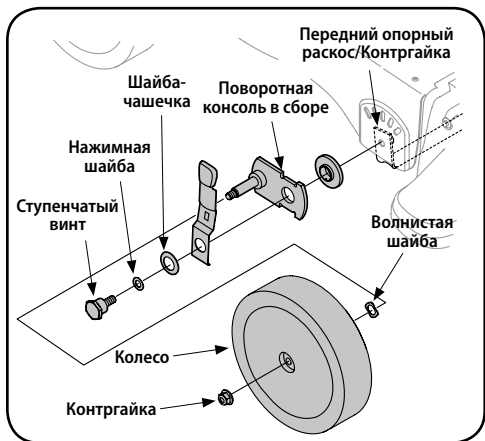

Рисунок 5-5
4. Отсоедините фланцевые контргайки, передние колеса и волнистые шайбы, прикрепленные к поворотным консолям в сборе. См. рисунок 5-5.